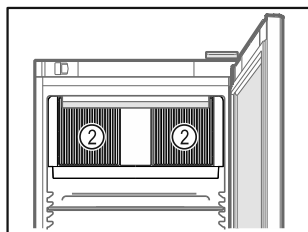

Fig. 59
- 内部循环风机的通风槽 Fig. 59 (2) 保持畅通。